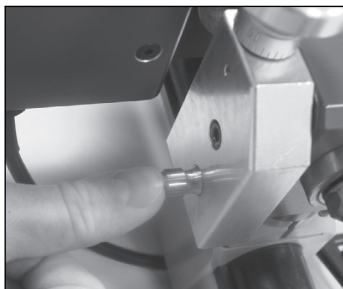
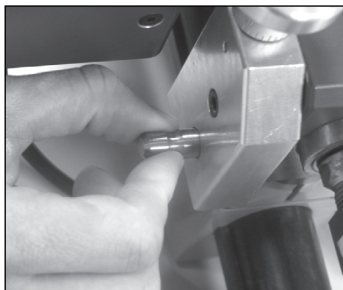

Fig. 4
Fig. 5
3. Mit dem Kupplungsschaft können Sie jetzt den Feinvorschub ein- oder ausschalten. Zum Einschalten mit dem Finger auf den Schaft drücken (Fig. 4) und gleichzeitig am Handrad drehen. Die Feder rastet in die Nut ein.
4. Zum Ausschalten des Feinvorschubes einfach Kupplungsteil wieder herausziehen. Fig. 4 zeigt eingeschalteten, Fig. 5 ausgeschalteten Vorschub.
3. You can now switch the fine feed on or off with the coupling shaft. To switch on, press your finger on the shaft (fig. 4) and turn the handwheel at the same time. The spring clicks into position in the slot.
4. To switch off the fine feed, simply pull the coupling out again. Fig. 4 shows the switched on feed, fig. 5 the switched off feed.
3. Vous pouvez maintenant activer resp. désactiver l'avance de précision avec la tige d'accouplement. Pour démarrer, appuyez avec le doigt sur la tige (fig. 4) et tourner simultanément le volant. Le ressort s'enclenche dans la rainure.
4. Pour arrêter l'avance de précision, ressortir simplement la tige d'accouplement. La fig. 4 montre l'avance activée, la fig. 5 l'avance désactivée.
3. Con l'unità di giunzione a questo punto è possibile attivare o disattivare l'avanzamento di precisione. Per attivarlo è necessario premere con il dito sull'alloggiamento (Fig. 4) e ruotare contemporaneamente il volantino. La molla si inserisce nella scanalatura.
4. Per disattivare l'avanzamento di precisione è necessario estrarre semplicemente l'elemento di giunzione. Fig. 4 mostra l'avanzamento attivato, Fig. 5 l'avanzamento disattivato.
3. Con el vástago del acoplamiento ahora se puede conectar o desconectar el avance de precisión. Para conectar presionar con el dedo sobre el vástago (Fig. 4) y simultáneamente girar el volante. El muelle encastra en la ranura.
4. Para desconectar el avance de precisión simplemente extraer nuevamente la pieza de acoplamiento. Fig. 4 muestra el avance conectado, Fig. 5 lo propio desconectado.
3. Met de koppelingsstang kunt u nu de fijnvoeding in- of uitschakelen. Voor inschakelen met de vinger op de stang (fig. 4) drukken en tegelijkertijd aan het stelwiel draaien. De veer valt in de gleuf.
4. Voor uitschakelen van de fijnvoeding het koppelingsstuk er eenvoudig uit trekken. Fig. 4 laat de ingeschakelde fig. 5 de uitgeschakelde voeding zien.
3. Med koblingskiftet kan præcisionsfremføringen nu til- eller frakobles. Tænd ved at trykke på skiftet (fig. 4) med fingeren og samtidigt dreje på håndhjulet.
4. Fjederen går i indgreb i noten. Præcisionsfremføringen slukkes ved at trække koblingsdelen ud igen. Fig. 4 viser den tilkoblede, fig. 5 den frakoblede fremføring.
3. Nu kan du koppla in eller från finmatningen med kopplingstappen. För att koppla in, tryck med fingret på tappen (bild 4) och vrid ratten samtidigt. Kilen går in i spåret.
4. För att koppla från finmatningen, dra ut kopplingsdelen. På bild 4 är finmatningen inkopplad och på bild 5 från­kopplad.